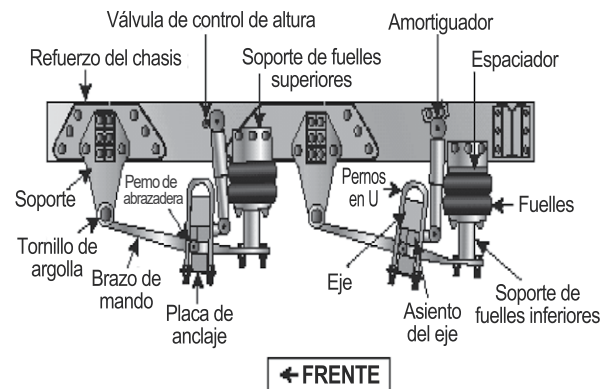

Figura 2.4
- Sistemas de suspensión neumática que estén dañados y/o tengan fugas. Vea la Figura 2.4.